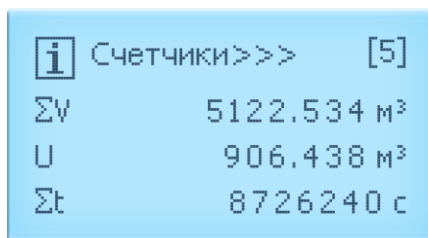

Рисунок 2.18 – Экран № 5 «Счетчики»
2.5.7.1 При выборе экрана №5 «Счетчики» (рисунок 2.18) возможен просмотр и переход к сбросу пользовательских счетчиков:
2.5.7.4 Если пароль набран неправильно, то на индикаторе появится сообщение «Доступ запр.! Нажмите кнопку» (рисунок 2.14). После нажатия любой кнопки произойдет возврат к экрану № 5 «Счетчики» (рисунок 2.18).